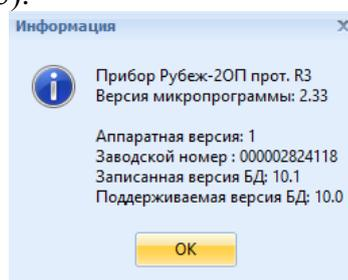

Рисунок 16.3 – Окно «Информация об устройстве»
- 3) «Информация об устройстве» – пользователь получает информацию о выбранном устройстве (рисунок 16.3):